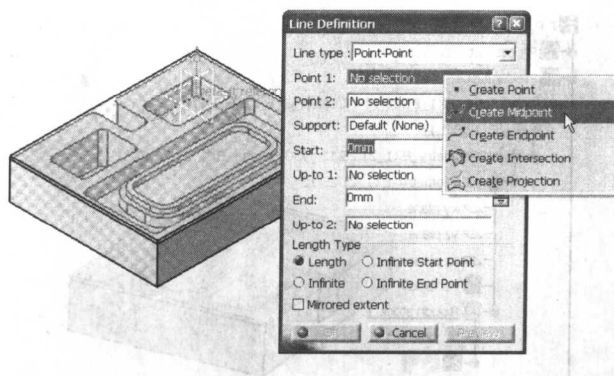
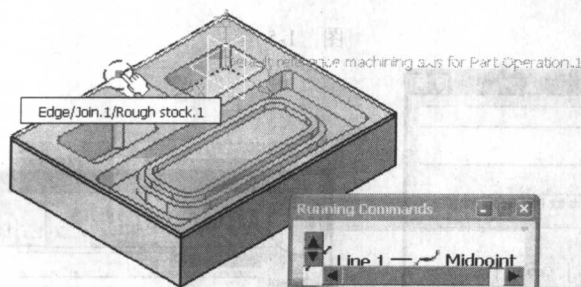
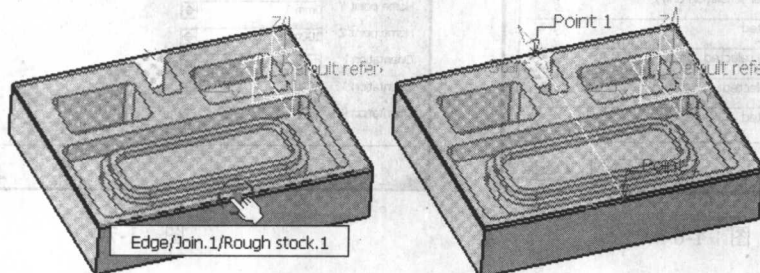
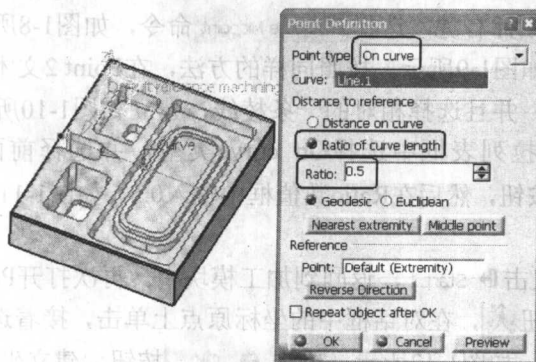

图 1-8
图 1-9
图 1-10
图 1-11
(6) 下面在毛坯零件的上表面中心建立一个点作为加工坐标系的原点。在辅助几何结点中双击 **PartBody** 结点，这样就进入零件设计模块。在工具栏中单击“直线”功能按钮 ，在Point 1文本框中单击鼠标右键，选择 **Create Midpoint** 命令，如图1-8所示。接着选择毛坯零件上表面的一条棱线，如图1-9所示。按照同样的方法，在Point 2文本框中单击鼠标右键，选择 **Create Midpoint** 命令，并且选择相对的一条棱线，建立如图1-10所示的直线。调用点功能 ，在Point type下拉列表框中选择 **On curve**类型，并选择前面建立的直线，选中 **Ratio of curve length** 单选按钮，然后在Ratio数值框中输入0.5，如图1-11所示。单击 **OK** 按钮，建立直线的中点。